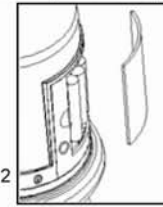

Рис.2
- Перед использованием снимите крышку батарейного отсека. Соблюдая полярность, вставьте три аккумулятора или батарейки в батарейный отсек, затем вставьте крышку. (Рис.2)